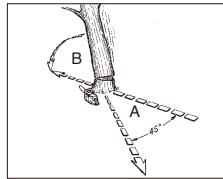

Fig. 11A
**ADVARSEL:** En rømningsbane (A) bør planlegges og ryddes som nødvendig før kuttingen startes. Rømningsbanen bør strekke bakover og diagoalt til baksiden av det forventede fallområdet, som illustrert i Fig. 11A.
**MERK:** Fallretningen (B) kontrolleres av styreskåret. Før noen kutt gjøres, må du vurdere plasseringen av større grener og hvordan treet lener seg naturlig for å fastslå hvordan treet vil falle.
**ADVARSEL:** Etter hvert som hovedskåret kommer nært til hengelsen, bør treet begynne å falle. Når treet begynner å falle, må du fjerne sagen fra skåret, stoppe motoren, sette ned motorsagen, og forlate området langs romningsbanen (Fig. 11A).